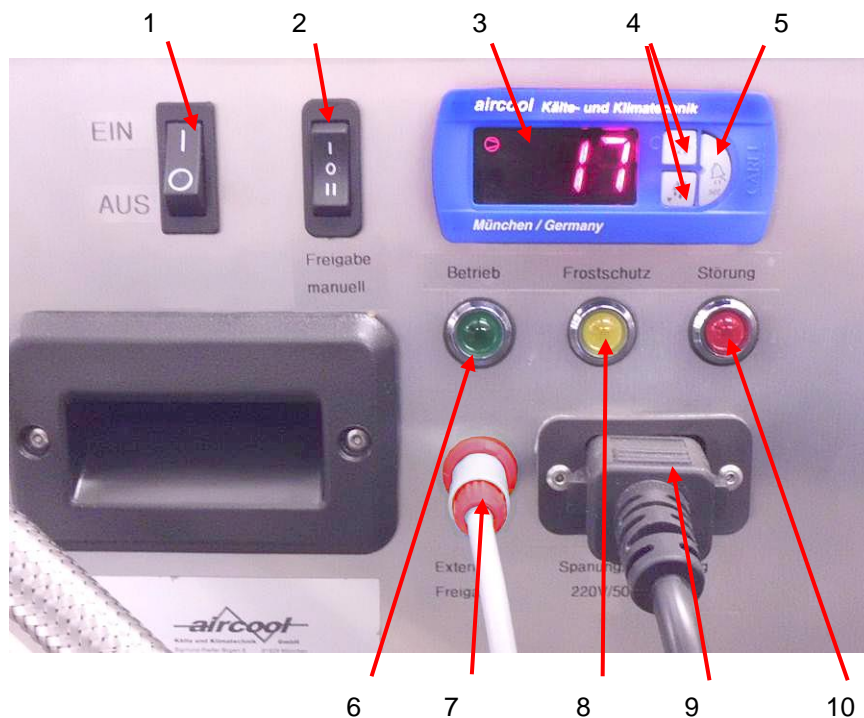
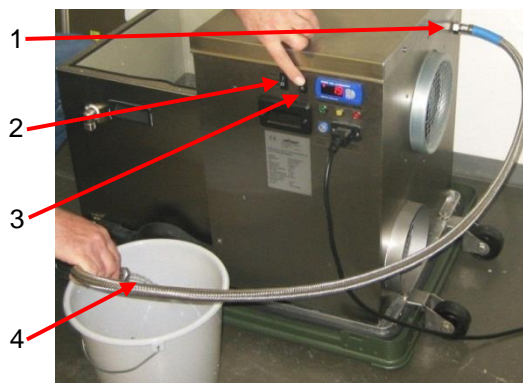

Abb. 2: Bedienelemente des Umlaufkühlers
Abb. 3: Funktionstest des Umlaufkühlers
- ◆ Schalten Sie den Netzschalter (Abb. 3; Pos. 2) in die Position EIN.
- ◆ Drücken Sie die Taste „manuell“ (Abb. 3; Pos. 3, Detail siehe Abb. 2:). Wechseln Sie zwischen gedrückt halten (II) und loslassen (0), bis Wasser aus dem Schlauch läuft (Abb. 3; Pos. 4).